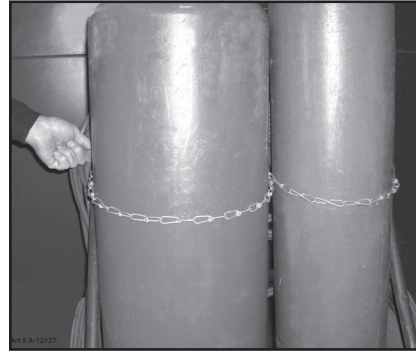

Figura 1-1: Cilindros de gas
1. Coloque el cilindro (Figura 1-1) en el sitio donde lo usará. Mantenga el cilindro en posición vertical. Fíjelo a un carro, pared, banco de trabajo, poste, etc.